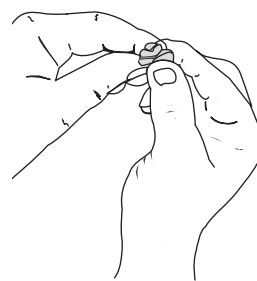

Fig. 30
- Apriete el filtro para esparcir y retirar el exceso de aceite (Fig. 30).